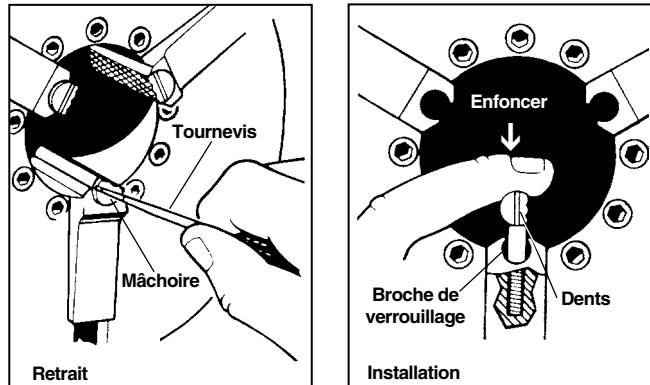

Figure 31 – Remplacement des mâchoires
- Engagez un tournevis dans l'encoche de la mâchoire et tournez-le d'un quart de tour à droite ou à gauche pour la déverrouiller et la retirer (*Figure 31*).
- Présentez la mâchoire latéralement contre la broche de verrouillage, puis enfoncez-la à fond (*Figure 31*).